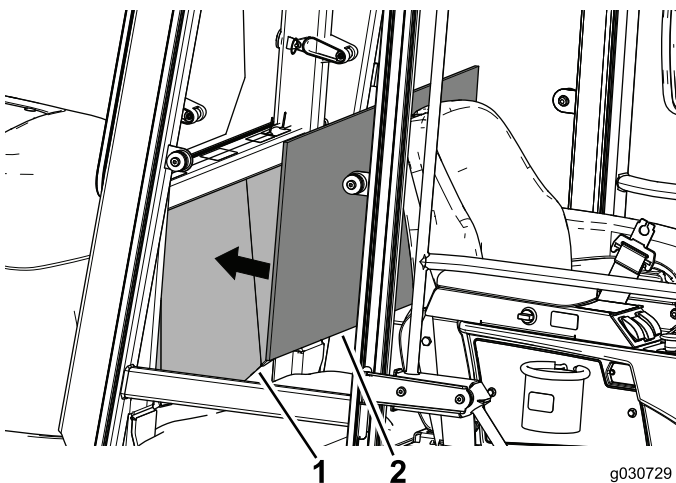

Figura 31
2. Alinee el panel tapizado, con el centro del panel trasero en el interior de la cabina, para verificar su posición y encaje (Figura 31).